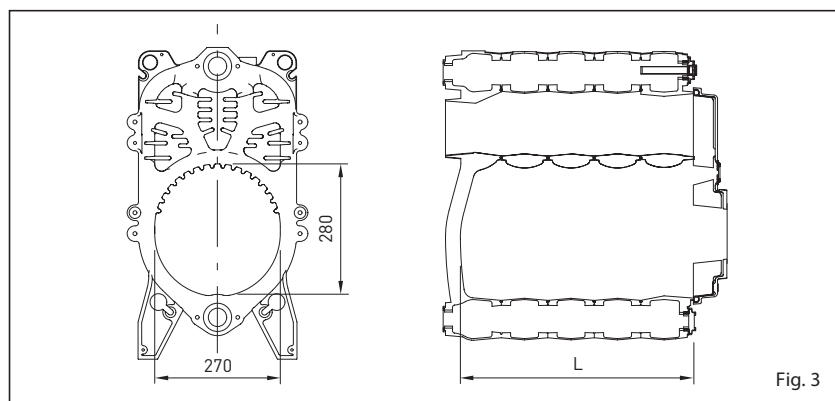

Fig. 3
1.5 CAMARA DE COMBUSTION (fig. 3)
Las dimensiones están indicadas en la fig. 3.